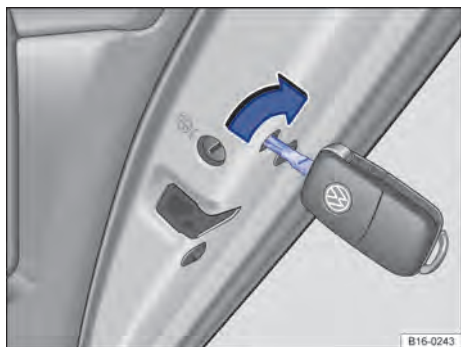

Fig. 57 Na parte dianteira da porta traseira direita: travamento de emergência do veículo com a chave do veículo.
- Inserir a haste da chave na fenda que se encontra atrás da abertura e girar na porta direita no sentido horário → Fig. 57 (seta), analogamente na porta esquerda girar no sentido anti-horário.